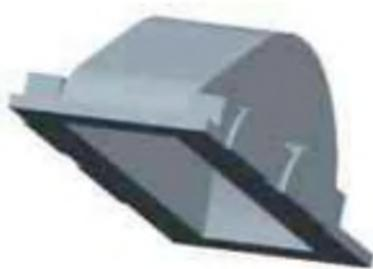

图 2-27
4) 在拉伸界面的“深度”对话框中选择 ，并选择去除材料按钮，输入拉伸长度为 106，单击鼠标中键完成箱体内壁的绘制，如图 2-27 所示。